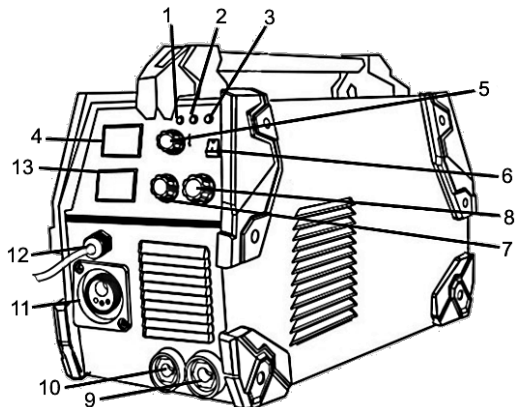
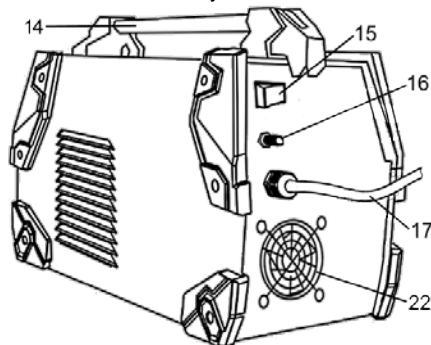
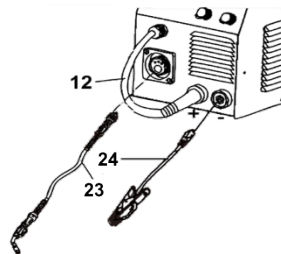

Рисунок 1
Рисунок 2
Рисунок 4
2.2.3 Індикатор термостатичного захисту (2, рисунок 1) вимкнений, якщо апарат працює нормально. Світіння даного індикатора свідчить про те, що перевищена температура всередині апарату і спрацював захист від перегріву. Сам апарат при цьому ввімкнений, але електроживлення на зварювальний контур не подається доти, поки не буде досягнута нормальна температура. При цьому вбудований вентилятор (22, рисунок 2) системи охолодження продовжує свою роботу та після достатнього охолодження, апарат запускається автоматично.
2.2.4 Індикатор «QC» (3, рисунок 1) поєднує індикацію роботи трьох функцій захисту електроніки виробу. Індикатор світиться у випадку спрацювання функції/функцій захисту при струмовому перевантаженні, захисту від перевантаження вихідних транзисторів IGBT, захисту від низької/високої напруги в електромережі.
2.2.5 Електродотримач має універсальну конструкцію для використання всіх типів стандартних електродів з обмазкою для зварювання металів. Струм зварювання виставляється за допомогою потенціометра (7, рисунок 1) залежно від типу і діаметра встановленого електрода, параметрів заготовки, складу металу, типу зварного з'єднання тощо.
2.2.6 У разі використання виробу в режимі напіваавтомата, потенціометр (7, рисунок 1) регулює швидкість подачі зварювального дроту.
2.2.7 Виріб оснащений двома дисплеями (4 та 13, рисунок 1) для відображення напруги та зварювального струму, що додає зручності при налаштуванні відповідних параметрів зварювання.
Зварювальні кабелі встановлюються у відповідні роз'єми (9, 10 та 11, рисунок 1) в залежності від обраного режиму зварювання (MIG/MAG/MMA/TIG). Для під'єднання кабелів необхідно вставити штекер кабелю у відповідний роз'єм так, щоб контакт штекера входив у паз до кінця. Після чого повернути штекер кабелю за годинникову стрілку до упору і переконаватися, що він надійно зафіксований.
Для вибору необхідного режиму зварювання використовуйте трипозиційний перемикач (6, рисунок 1). Натискання на його верхню частину активує режим MMA, натискання на нижню частину – режим TIG-LIFT, проміжне положення – режими MIG/MAG.
Для увімкнення апарату переведіть перемикач «Увімк/Вимк» (15, рисунок 2) на задній панелі в положення «Увімк» («ON»), індикатор живлення (1, рисунок 1) почне світитись зеленим кольором.
Для вимкнення апарату слід перевести перемикач «Увімк/Вимк» (15, рисунок 2) на задній панелі в положення «Вимк» («OFF»). Індикатор живлення (1, рисунок 1) згасне.
Під'єднайте єврорукав з пальником MIG (23, рисунок 4) до роз'єму (11, рисунок 1). Поедняйте кінець єврорукава с 4-ма отворами в роз'ємі, вставте та зафіксуйте за допомогою стопорної гайки.
Під'єднайте кабель робочого затискача (24, рисунок 4) до роз'єму «-» (9, рисунок 1). Під'єднайте робочий затискач до об'єкта зварювання якомога ближче до місця зварювання.
Під'єднайте кабель MIG/MAG (12, рисунок 4) до роз'єму «+» (10, рисунок 1). Перемикач режимів (6, рисунок 1) потрібен знаходитися в положенні «MIG/MAG» (проміжне положення).